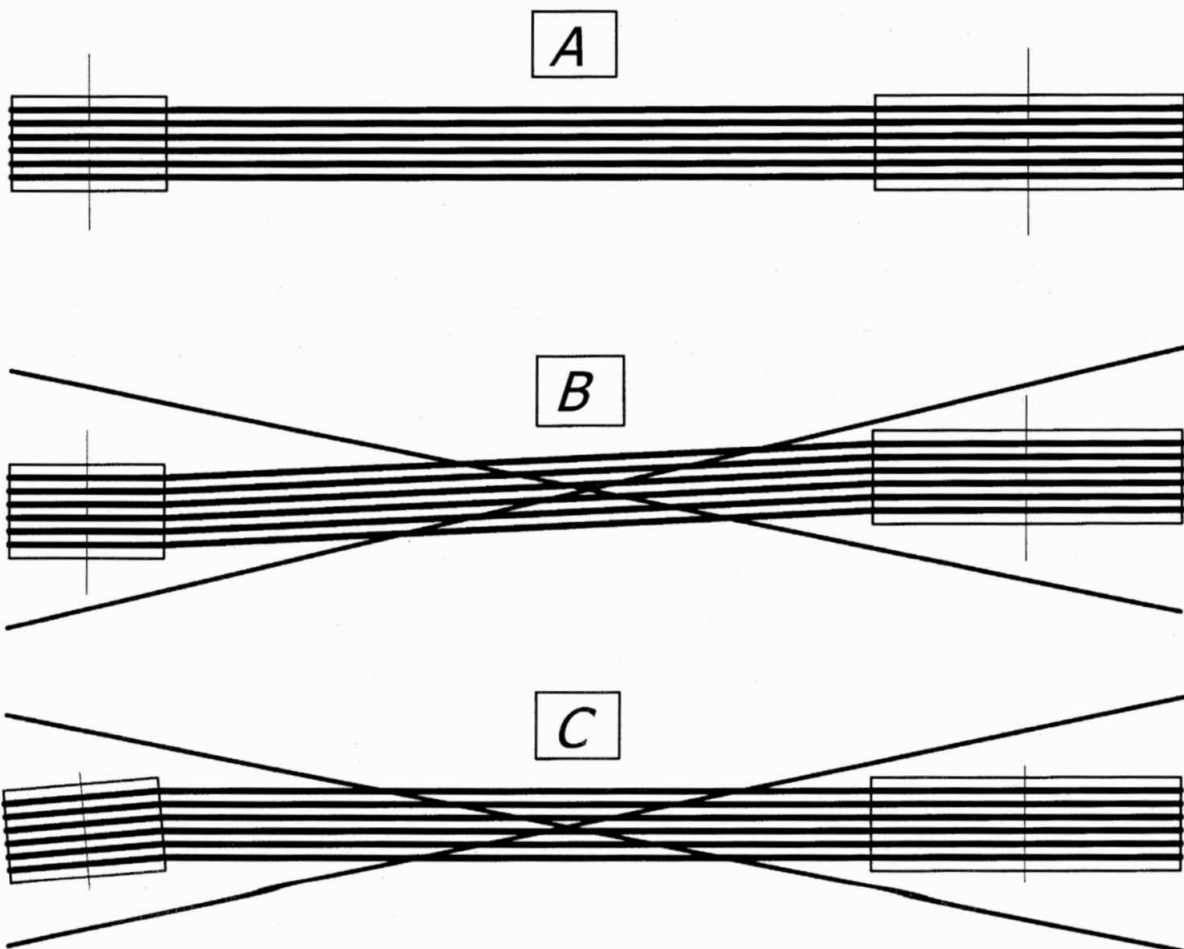

fig. 7.3.8
Attenzione: in riferimento alla fig. 7.3.8, l'allineamento delle cinghie deve essere eseguito come mostrato dallo schema (A) e non presentare i difetti indicati dagli schemi (B) e (C).